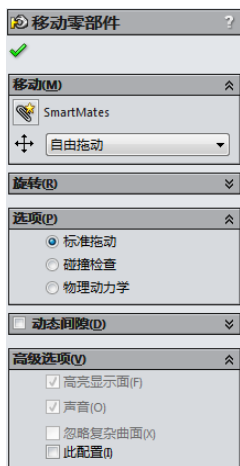

图 7-8 “移动零部件”属性管理器
2. 设置移动类型。系统弹出如图 7-8 所示的“移动零部件”属性管理器。在属性管理器中，选择需要移动的类型，然后拖动到需要的位置。